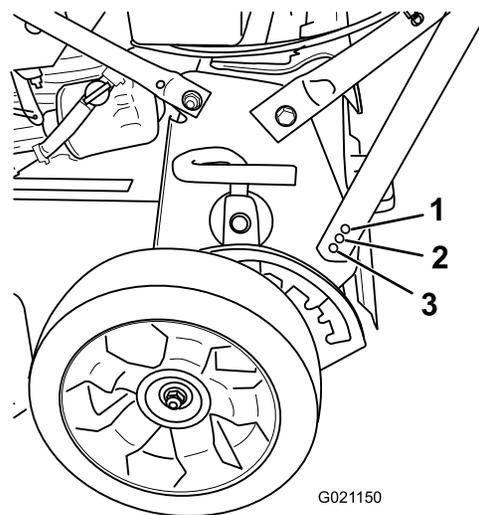

Figura 5
2. Retire o parafuso do manípulo e insira-o num dos três furos que se encontram na parte inferior do suporte do manípulo (Figura 5).